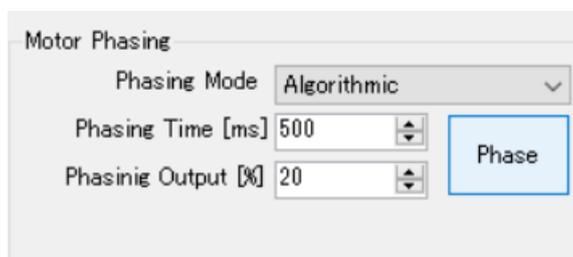

図 4-6 「Phase」 ボタン
- (16) 「Phase」 ボタン(図 4-6)を押下して、モータの位相を調整します。